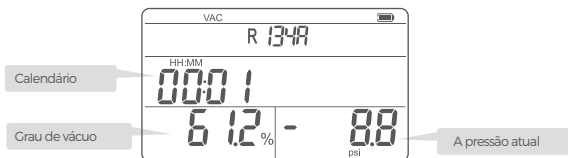

Figura 4 Interface de teste de vácuo
- A interface (Figura 4) exibe o valor atual da pressão do sistema, o grau de vácuo do sistema e o tempo de entrada nesta interface.